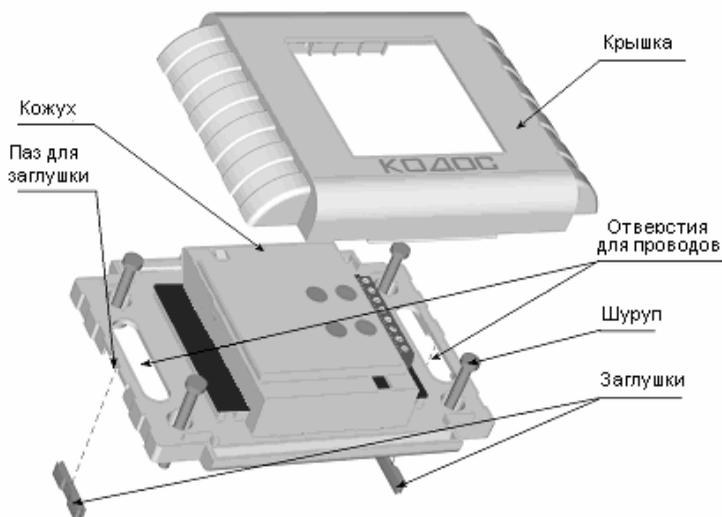

Рисунок 4 – Крепление адаптера (положение клемм и светодиодов показано условно)
а) Снять с изделия крышку (рисунок 4);
- в случае если провода подходят сбоку адаптера (например, из коробка или гофрированного шланга), снять заглушки (рисунок 4);
- через отверстия для проводов (если провода идут из стены) или через пазы для заглушек и отверстия для проводов (в случае, если провода подходят сбоку) (рисунок 4), протянуть провода к кожуху адаптера;